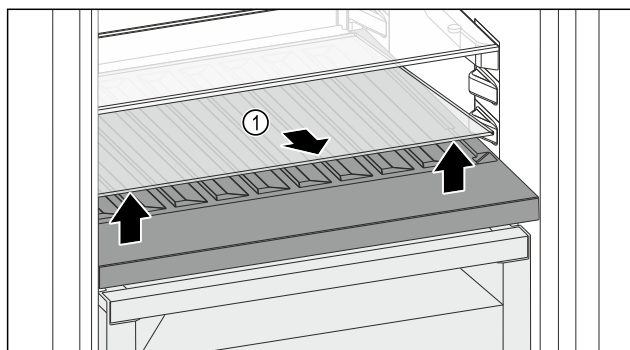

Fig. 78
- ▷ Skleněnou desku Fig. 78 (1) zvedněte za vybrání vpředu a vyjměte ji.
- ▷ Skleněnou desku Fig. 78 (1) uložte bezpečně mimo spotřebič.